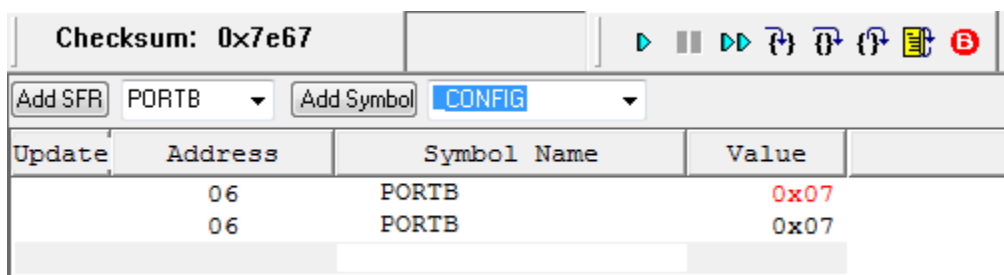

Рис.3.25. Просмотр портов в режиме *Watch*
18. Проверка значения порта В. Остановим программу после *Lable8*. Выбираем *View-Watch*, далее устанавливаем *PortB* и нажимаем *Add SFR*. Видим на выходе порта В число *0x07* в формате hex, равное 7 (рис.3.25). Зарегистрируйте результат наблюдения.